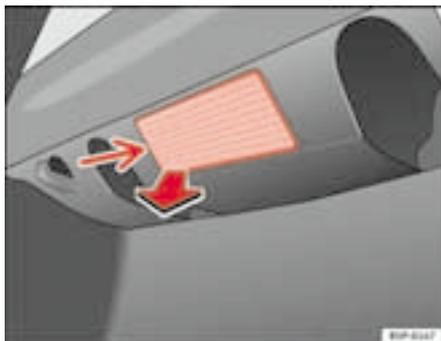

Fig. 163 Luz maletero
- Extraiga la tulipa haciendo presión sobre el borde de la parte interior de la misma -flecha- con ayuda de un destornillador por su parte plana ⇒ fig. 163.